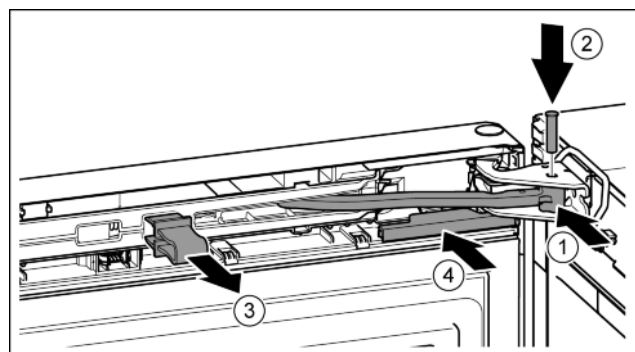

Fig. 21
▶ Otočte kloub ve stojanu ložiska. Fig. 21 (1)
▶ Vložte čep do stojanu ložiska a kloubu. Přitom dávejte pozor, aby byla zajišťovací vačka správně usazena v drážce. Fig. 21 (2)
▶ Pojistku vytáhněte. Fig. 21 (3)
- Kryt nasuňte. Fig. 21 (4)